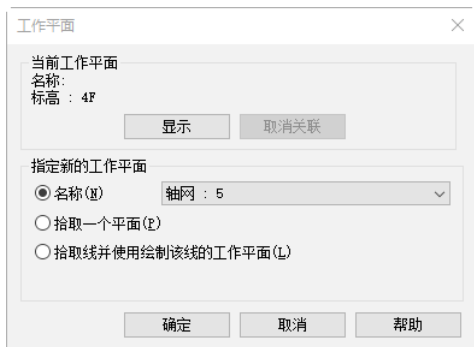

图 11-79 “工作平面”对话框
(8) 单击“结构”选项卡“工作平面”面板中的“设置”按钮，打开“工作平面”对话框，选择“名称”单选项，在其下拉列表中选择“轴网：5”，如图 11-79 所示，单击“确定”按钮。